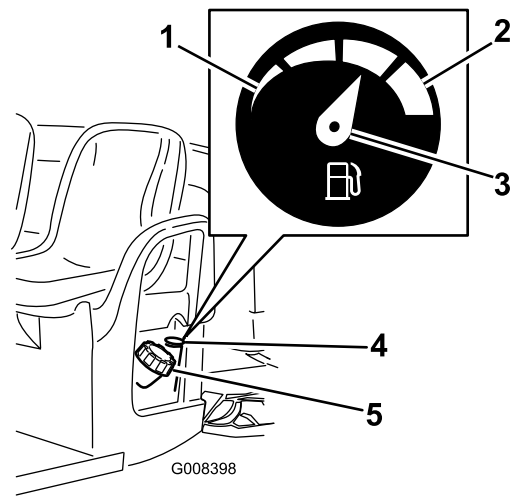

Figura 12
2. Limpie la zona alrededor del tapón del depósito de combustible (Figura 12).